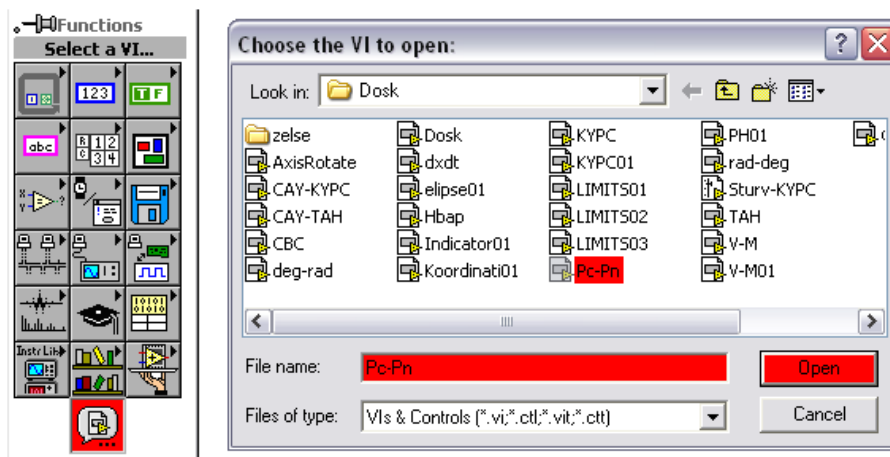

Рисунок 3.6 - Выбор ВП
8. Разместить на панели ВП “PcPn.VI” из палитры “Select a VI ” («Выбор ВП») (рисунок 3.6).